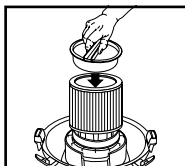

FIGURE 19
29. Placez le porte-filtre dans la partie supérieure de la cartouche filtrante. **FIGURE 19.**